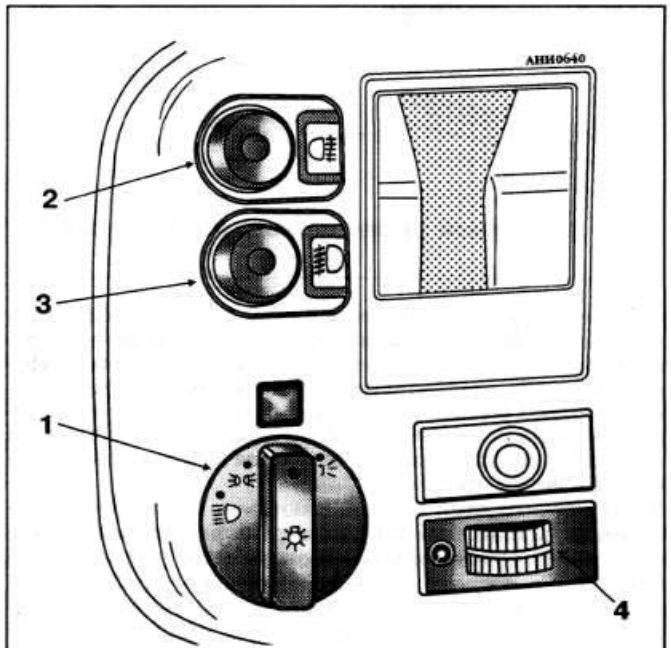

Рис. 17. Органы управления освещением:
Наружное освещение включается поворотным переключателем наружного освещения, расположенным на панели приборов слева от комбинации приборов (рис. 17).
**Задний противотуманный свет** включается выключателем 2 (рис. 17), расположенным слева от комбинации приборов, только при включенном ближнем свете фар. При этом загорается контрольная лампа в комбинации приборов.
**Противотуманные фары**, устанавливаемые на части автомобилей, включаются выключателем 3 (рис. 17), расположенным слева от комбинации приборов. При этом в комбинации приборов загорается контрольная лампа.